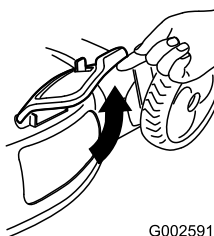

Figura 30
- Alzate lo sportello di scarico laterale per aprirlo (Figura 30).